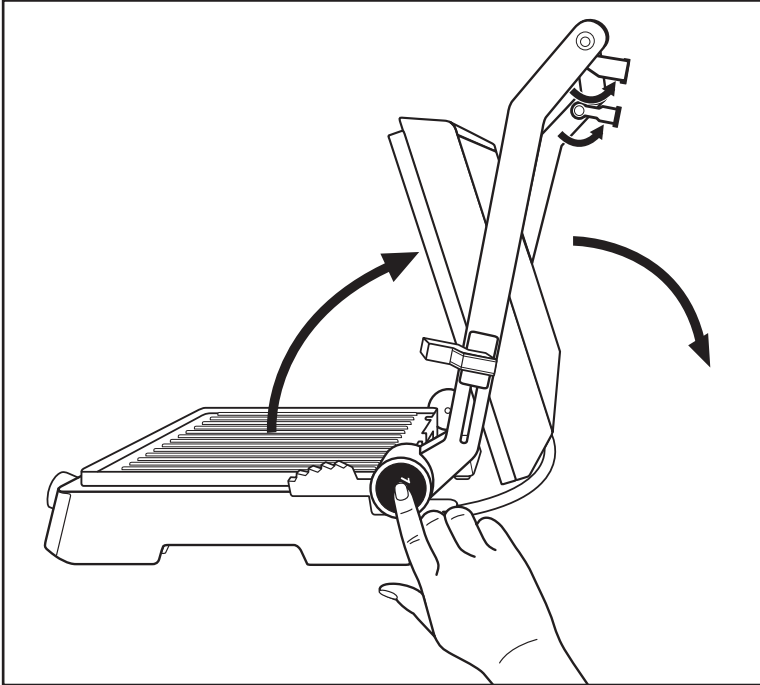

Abb. 1
- 1) Klappen Sie die beiden Stützfüße **1** aus (Abb. 1).
- 2) Drücken Sie die Entriegelungstaste **3** (Abb. 1) und öffnen Sie den Gerätedeckel so weit, dass beide Heizplatten **10** als Tischgrill benutzt werden können.